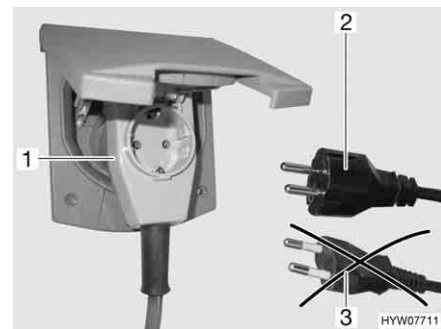

Fig. 95 Raccordement à un adaptateur coudé avec prise de courant
- ▶ Lors de l'utilisation d'un adaptateur coudé CEE 17 muni d'une prise à l'arrière (Fig. 95,1), se servir uniquement d'un connecteur en caoutchouc et scellé IP 44 avec contact de mise à la terre (Fig. 95,2). Ne pas utiliser de connecteur sans contact de mise à la terre (Fig. 95,3). Danger d'électrocution !